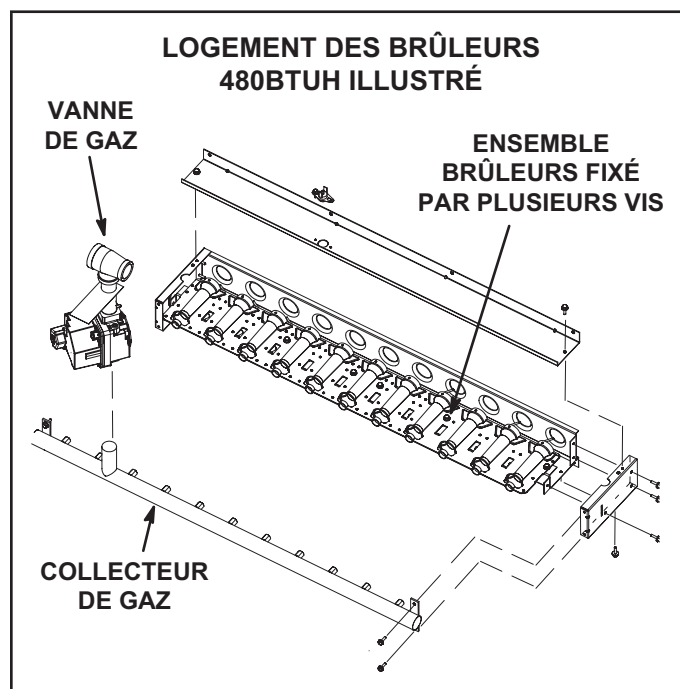

FIGURE 35
- 3 - Retirez les vis qui fixent l'ensemble brûleurs au support des brûleurs et retirez l'ensemble. Reportez-vous à la FIGURE 35. Nettoyez-les au besoin.